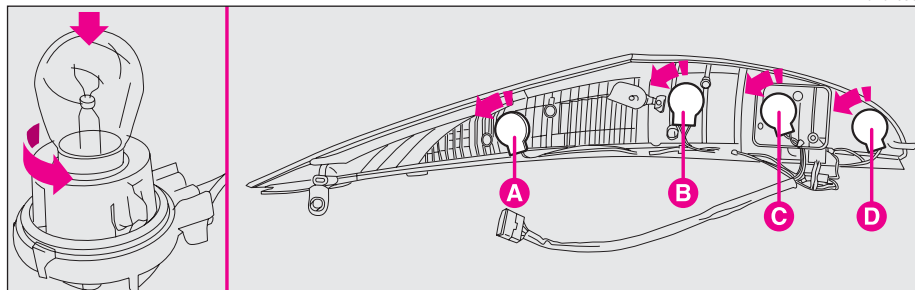

fig. 26
– Estrarre i portalamпада ruotandoli leggermente in senso antiorario **fig.26**: